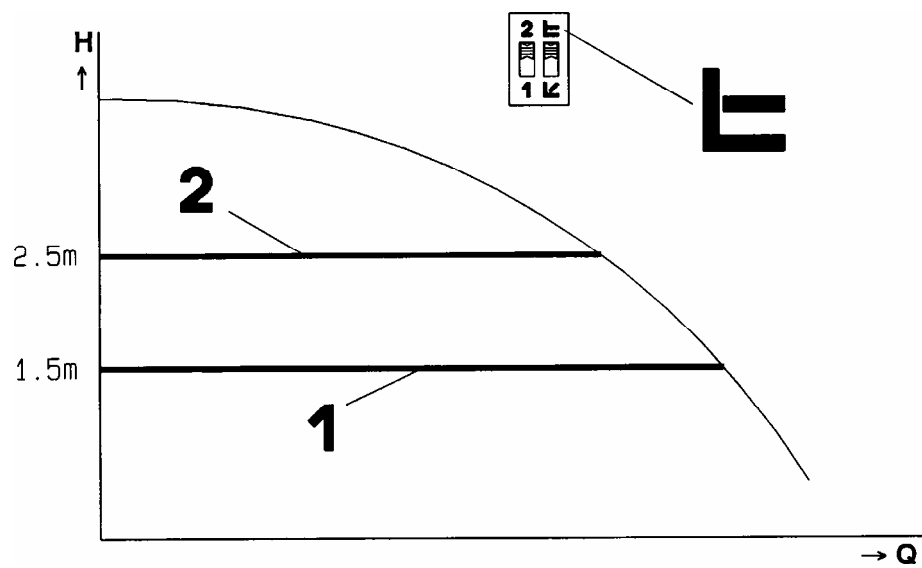

Рис. 2
- **Постоянный напор насоса ($\Delta p\text{-c}$):** Рис. 2: В режиме управления $\Delta p\text{-c}$ электронная часть насоса поддерживает, создаваемый насосом напор, при изменении расхода постоянным во всем диапазоне регулирования.